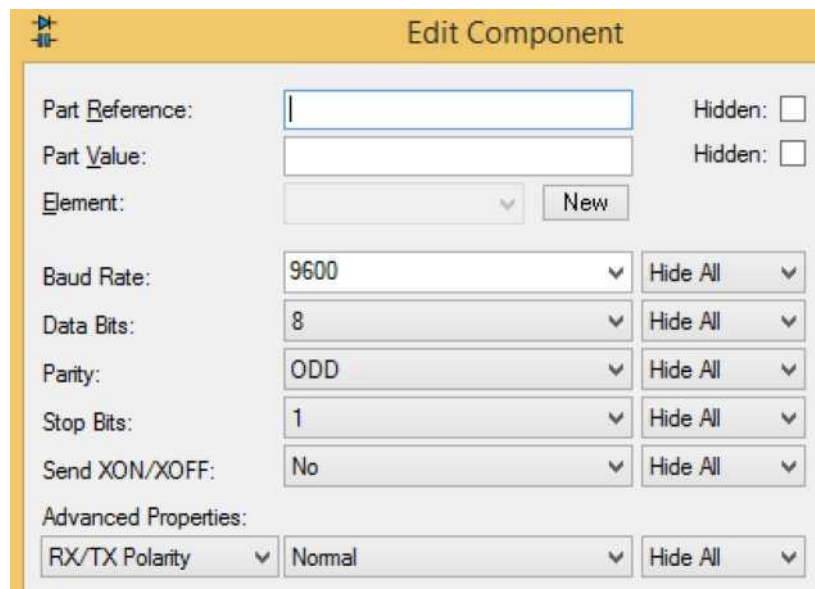

Рисунок 2
1. Перш за все, потрібно пересвідчитись, що Terminal правильно налаштовано. Для цього треба двічі натиснути на нього лівою кнопкою миші, та виставити відповідні налаштування. Нижче наведено приклад для випадку, коли потрібно передавати зі швидкістю 9600 біт/с: 8 біт даних та один стоп-біт з перевірки на не парність (рисунок 2).
Якщо треба використовувати перевірку на парність або непарність, то це треба вказати в опції Parity (рисунок 2).